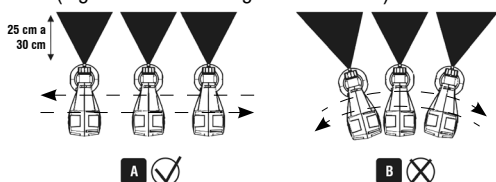

Fig. 7 – Distância ideal para uma boa pintura
- Ajuste o jato de tinta de acordo com o item 2.5.4 deste manual;
- Ajuste o volume de material de acordo com o item 2.5.5 deste manual;
- Pulverize a superfície a uma distância de 25 cm a 30 cm do objeto a ser pintado de acordo com a Fig. 7;
- Movimento a pistola de pintura para cima e para baixo, sempre mantendo-a perpendicular à superfície que está sendo pintada, conforme mostra a Fig. 7 (Fig. 7A: correto e Fig. 7B: incorreto).